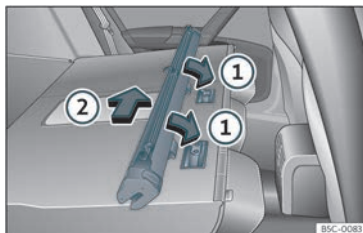

Fig. 133 Montar a rede de separação nos encostos do banco traseiro.
- Coloque a carcaça da rede nos rebaios das calhas de fixação no sentido das setas >>> **Fig. 133 ①**.
- Empurre a carcaça para o lado esquerdo do veículo no sentido da seta >>> **Fig. 133 ②** e até ao limite.
- Puxe da carcaça da rede aproximadamente 5 cm no sentido contrário da seta >>> **Fig. 133 ②**.
- Retire a carcaça das calhas de fixação puxando no sentido contrário ao das setas >>> **Fig. 133 ①**.